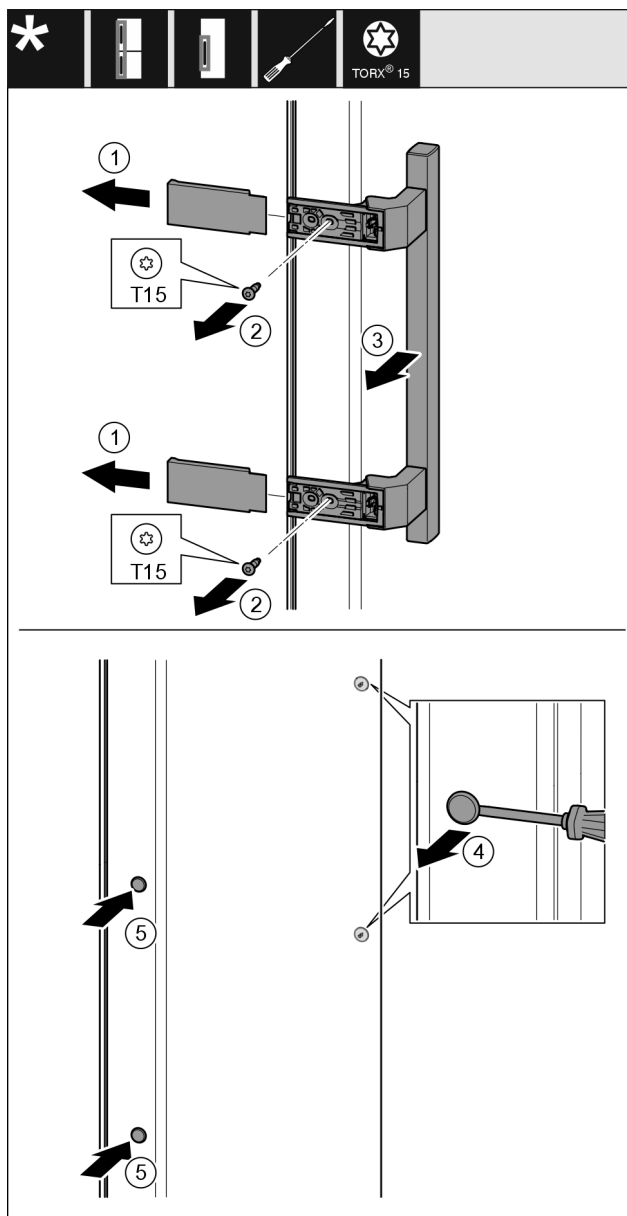

Fig. 54
- Noņemiet pārsegu Fig. 54 (1).
- Ar skrūvgriezi izskrūvējiet skrūves Fig. 54 (2).
- Noņemiet rokturi Fig. 54 (3).
- Paceliet uzmanīgi ar plakano skrūvgriezi un izvelciet ārā sānu aizbāzni Fig. 54 (4).
- Ievietojiet atpakaļ aizbāzni Fig. 54 (5) otrajā pusē.